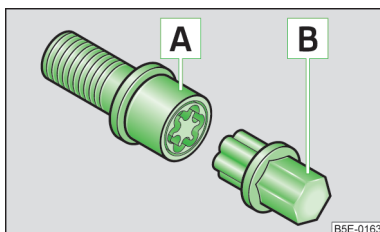

Abb. 199
- › Den Adapter [B] » Abb. 199 mit seiner verzahnten Seite bis zum Anschlag so in die innere Verzahnung der Anti-Diebstahl-Radschraube [A] stecken, dass nur noch der äußere Sechskant herausragt.